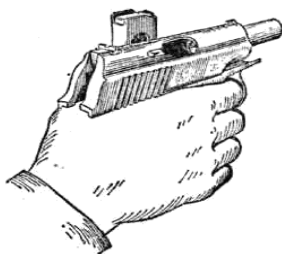

Рис. 121. Положение пистолета и магазина в руке по команде «Оружие – к осмотру»
- левой рукой вынуть магазин из основания рукоятки пистолета и вложить его под большой палец правой руки впереди предохранителя (рис. 121) так, чтобы подаватель магазина был на 2-3 см выше затвора;